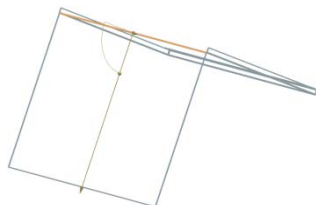

图 11-14 选择弯边
(7) 选择弯边, 同时在视图区预览显示所创建的弯边, 如图 11-14 所示。设置“宽度选项”为“完整”, “长度”为 300, “角度”为 90, “参考长度”为“外部”, “内嵌”为“材料外侧”, 在“折弯止裂口”和“拐角止裂口”下拉列表框中选择“无”。